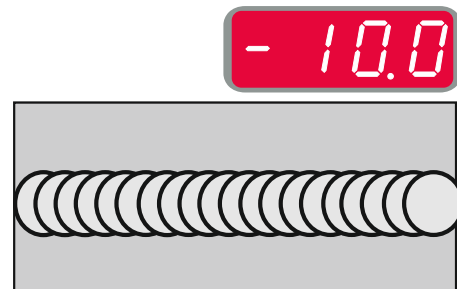

Figure 16
- Fréquence inférieure à 0,0 – Soudure large et vagues de solidification espacées, vitesse d'avance lente. La Figure 16 montre une soudure réalisée avec une fréquence réglée à "-10".